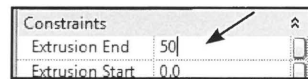

Fig. 05.09. Indstil tykkelsen af boksen.
- Indstil højden i *Properties* (Fig. 05.09).